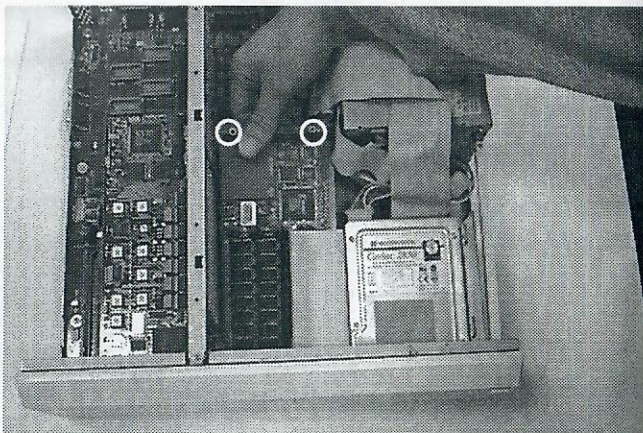

Abbildung 4.
8. Die Trägerplatine wird in den Rechner eingebaut, indem sie zuerst auf den Abstandshaltern aufgesetzt und dann festgedrückt wird (siehe Abbildung 4). Dabei ist zu beachten, daß die Platine sowohl von den Abstandshaltern gehalten wird, als auch vollständig im Prozessorstecker sitzt.